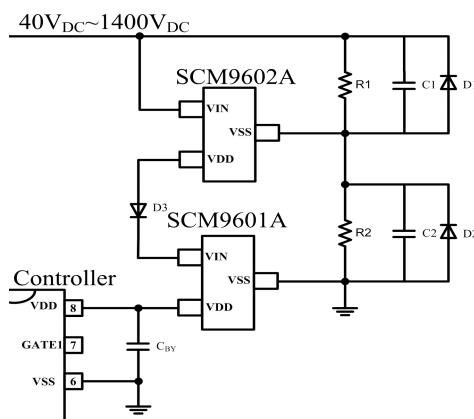

图 7 输入 40V_{DC} ~ 1400V_{DC} 应用电路 (SCM9601A 和 SCM9602A 串联使用)
2.当应用在更高的输入电压范围时，推荐搭配我司 SCM9602A，请参阅图 7。其中 C1、C2 为输入端高压储能电容，减缓输入端电压的波动幅度；R1、R2 为均压电阻，避免 C1、C2 漏电流差异导致的不均压问题；D1、D2 和 D3 用来解决 C1、C2 漏电流差异较大带来的电流倒灌问题。